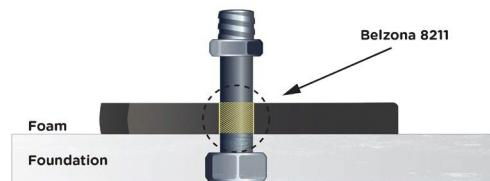

图 3 - 使用贝尔佐纳 (Belzona) 8211 隔离螺栓
- f) 通过使用胶带缠绕、套管或直接使用贝尔佐纳 (Belzona) 8211 涂敷螺栓的方式隔离螺栓, 以防止浇注后螺栓接触到贝尔佐纳 (Belzona) 7111, 如图 3 所示。